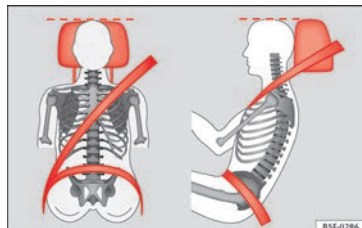

Fig. 73 Appuie-tête correctement réglé, vu de face et latéralement.
– Réglez l'appuie-tête de telle manière que son bord supérieur soit dans la mesure du possible à la même hauteur que la partie supérieure de votre tête, et au moins à la hauteur des yeux » » fig. 73.